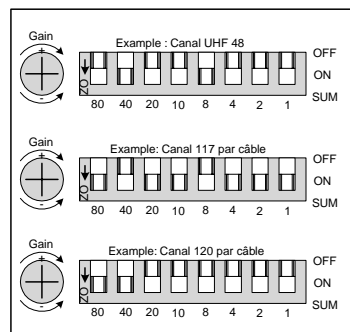

Figure 3
3. On programme le canal en additionnant les chiffres qui apparaissent sur la plaquette de circuits, juste en dessous des commutateurs (figure 3). Dans l'exemple du haut, on a déplacé les commutateurs « 40 » et « 8 » à « ON » de manière à obtenir le canal UHF 48 (40 + 8 = 48).